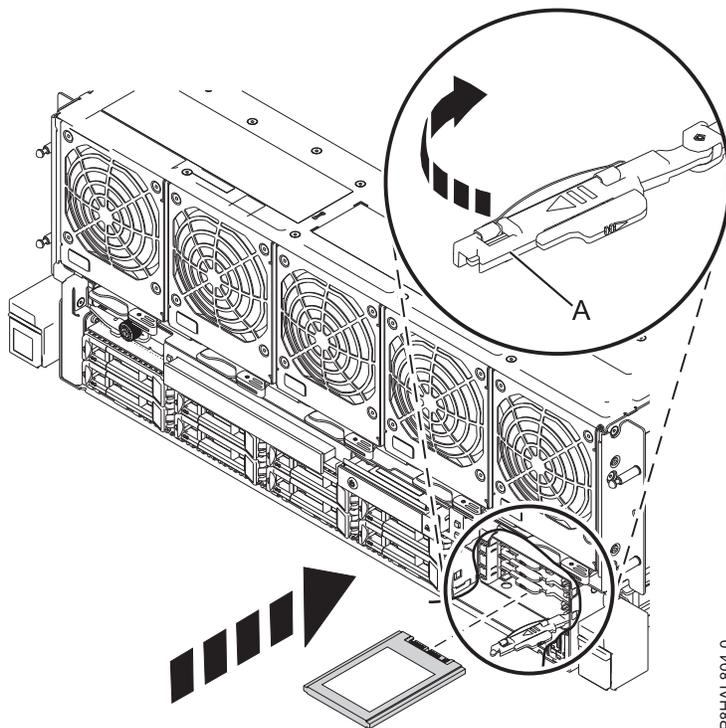

Abbildung 9. Solid-State-Laufwerk in einem System vom Typ 8408-44E oder 8408-E8E installieren
14. Der Griff des Solid-State-Laufwerks (A) muss in der entriegelten Position sein, während Sie ihn nach außen ziehen, um auf die Führungsschienen im Steckplatz des Solid-State-Laufwerks zugreifen zu können. Stützen Sie das Solid-State-Laufwerk unten mit Ihrer Hand, wenn Sie es an den Führungsschienen im Steckplatz des Solid-State-Laufwerks ausrichten. Siehe Abb. 9 auf Seite 17.
18. Verriegeln Sie das Laufwerk, indem Sie den Griff (A) in die gezeigte Richtung drehen. Siehe Abb. 9.